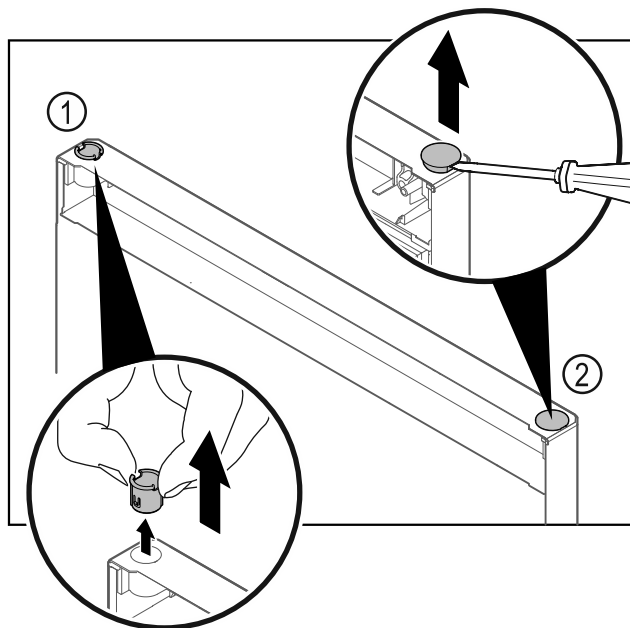

Fig. 28
- ▶ Изтеглете с пръсти втулката на пантата Fig. 28 (1).
- ▶ С плоска отвертка внимателно повдигнете покриващата тапа Fig. 28 (2) и я извадете.